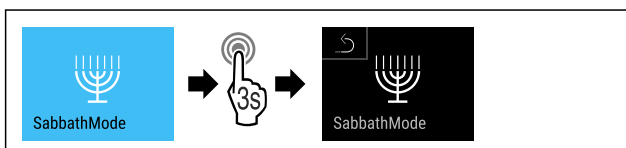

Fig. 15
- ▶ Handlungsschritte (siehe Fig. 15) durchführen.